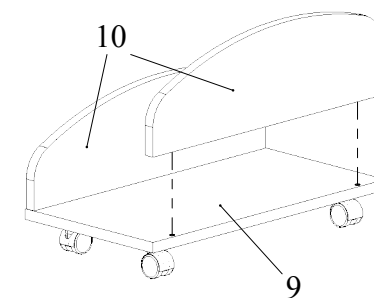

Рис.15
13. Шурупами 3,5х16 прикрепить колеса на соответствующие места полки 9; боковины 10 крепить к полке 9 конфирматами 7х50 (Рис.15).